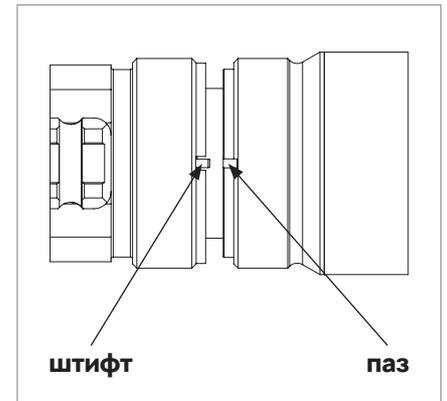

РИС.70
- ⓘ Вышеуказанные действия применимы и при установке карбоновой трубы! (РИС.70).